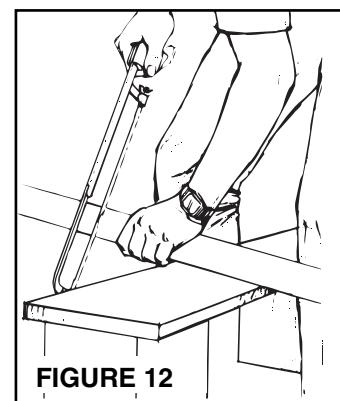

FIGURE 12
8. Voyez la figure 12. Coupez le tuyau, en faisant une découpe droite.